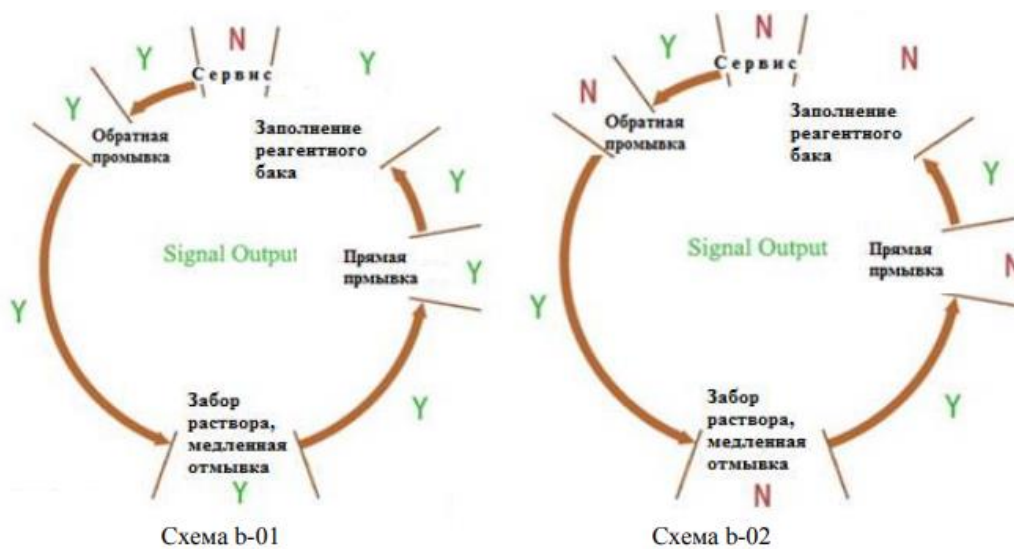

Рис. 1-1
- Выходной сигнал - на главной плате управления имеется выходной разъем для вывода сигнала. Он предназначен для управления внешними устройствами (см. Рис. 1-1). Существует два режима для вывода сигнала: Режим b-01: Сигнал включается в начале регенерации и отключается в конце регенерации; Режим b-02: Сигнал поступает только в периоды переключения между стадиями регенерации и при переключении в режим фильтрации. См. следующий рисунок 1-1: